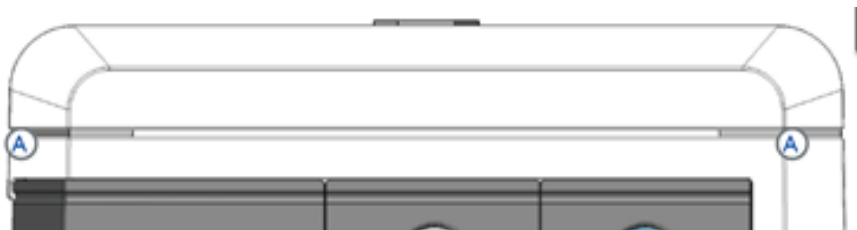

Abbildung 1: Alarmecken Bedieneinheit
- Wurde lediglich ein Neustart der Bedieneinheit erzwungen, so erfolgt eine kurze akustische und optische Alarmierung mit niedriger Priorität (mittels der Alarmecken an der Beatmungseinheit, siehe Abbildung 1 - Punkt A), siehe Tabelle Punkt 1.